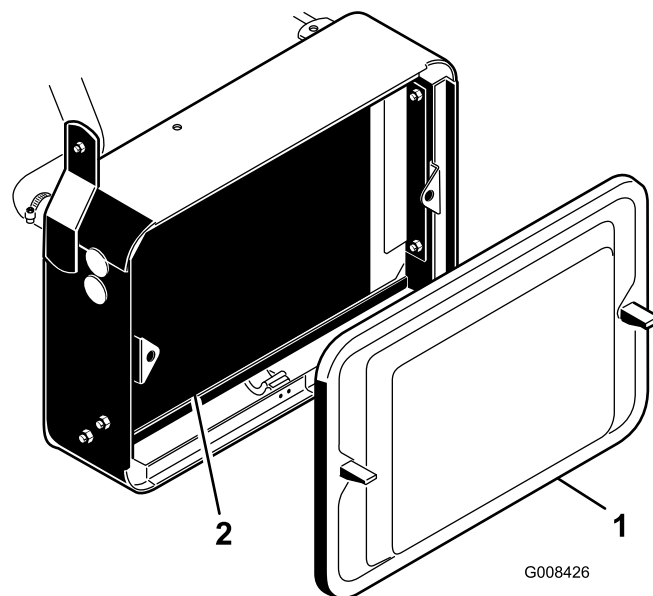

Figura 45
1. Retire o painel do radiador (Figura 45).